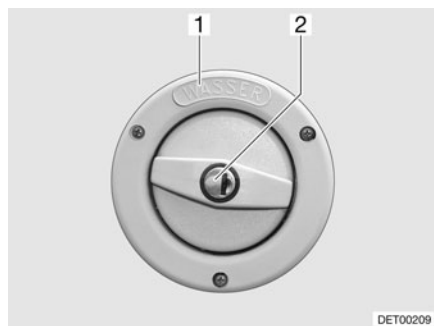

Fig. 140 Tapa de cierre del tubo de llenado de agua potable
El tubo de llenado de agua potable está identificado con el rótulo "WASSER" (agua) (Fig. 140,1). La tapa de cierre se abre y cierra con la llave para las cerraduras de trampa exteriores.
- Introducir la llave en el cilindro de cierre (Fig. 140,2) y girarla un cuarto de vuelta en sentido contrario a las agujas del reloj.
- Abrir el tubo de llenado de agua potable (Fig. 140).